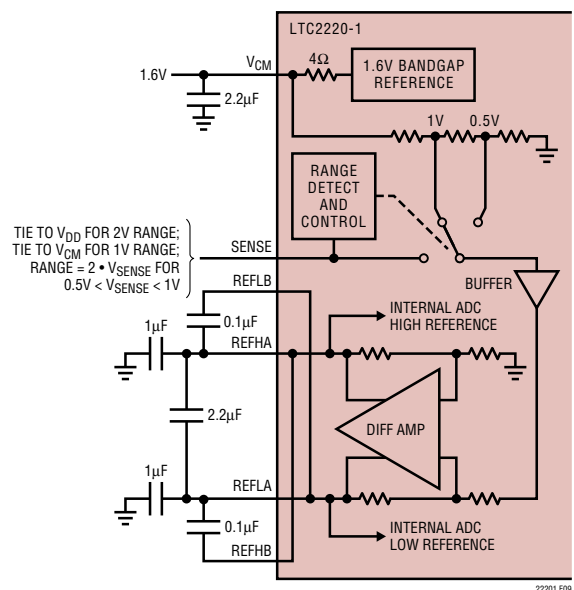

図9. 等価リファレンス回路
1.6Vのバンドギャップ・リファレンス、差動アンプ、およびスイッチングと制御の回路で構成されるLTC2220-1のリファレンス回路を図9に示します。内部電圧リファレンスはピンで選択可能な2V(差動±1V)または1V(差動±0.5V)の2つの入力レンジに設定することができます。SENSEピンを V_{DD} に接続すると2Vレンジが選択され、SENSEピンを V_{CM} に接続すると1Vレンジが選択されます。
差動アンプはADCの高リファレンスと低リファレンスを発生します。高速スイッチング回路がこれらの出力に接続されているので、これらの出力は外部でバイパスする必要があります。各出力には4本のピンが備わっています。高リファレンス用にそれぞれ2本のREFHAとREFHB、および低リファレンス用にそれぞれ2本のREFLAとREFLBです。複数の出力ピンはパッケージのインダクタンスを減らすために必要です。バイパス・コンデンサは図9に示されているように接続する必要があります。